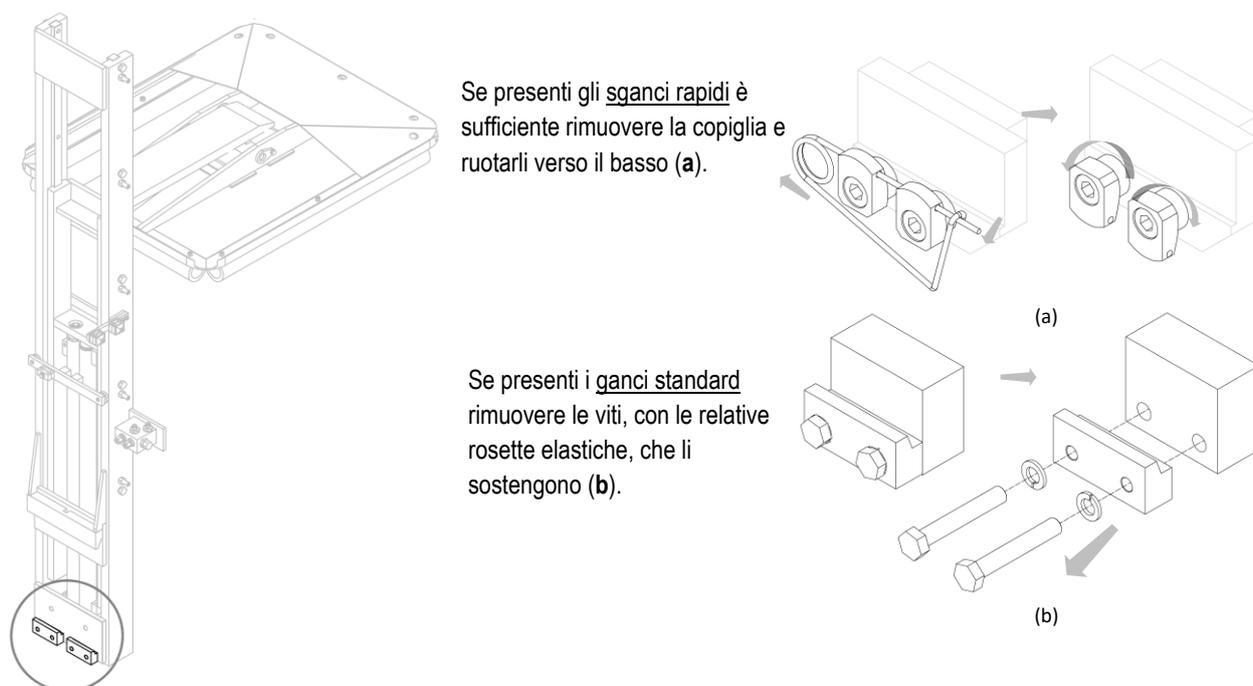

Figura 2
4. Rimuovere i ganci inferiori dall'attrezzatura (vedi *Figura 2*).
2. Rimuovere i ganci inferiori dalla struttura (vedi *Figura 2* a pag.8).